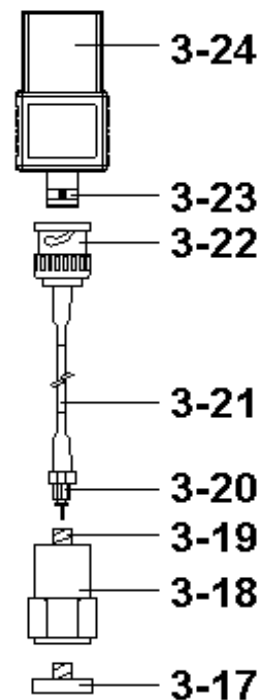

Fig. 2
1. Sensor de vibración, 3-18, Fig 2
2. Sensor Cable, 3-21, Fig. 2 3 Módulo VB-83, 3-24, Fig. 2
- * Conecte el "conector del cable BNC" (3-22, Fig. 2) al "conector BNC del módulo VB-83" (3-23, Fig. 2).
- * Conecte el "Mini clavija del cable" (3-20, Fig. 2) a la "toma de entrada del sensor de vibración" (3-19, Fig. 2).
Conecte el "conector del módulo VB-83" (3-24, Fig. 2) al "enchufe de entrada CH1 VB-83" (3-9A, Fig. 1). Si dispone de un set de sensor de vibración extra, conecte el enchufe en el "enchufe de entrada CH2/CH3/CH4 VB-83" (3-9B, 3-9C, 3-9D Fig. 1)
Cuando cargue el VB-83, no es necesario efectuar la calibración otra vez debido a la información guardada ya en el "módulo VB-83" (3-24, Fig. 2)
- * Si la superficie del material del artículo a medir es un material férreo, conecte "el sensor de vibración" (3-18, Fig. 2) con la "base magnética" (3-17, Fig.2). Ponga toda unidad (Sensor de vibración y base magnética) en la superficie del artículo a medir.